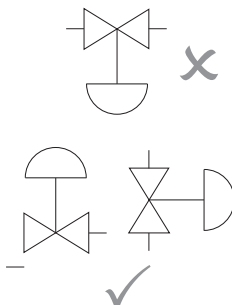

Рис. 6
4.3 Проверьте направление движения среды. Предпочтительно устанавливать клапан на горизонтальном трубопроводе так чтобы шток клапана располагался вертикально, а привод клапана находился сверху. Смотри рис. 6, а также инструкцию на привод клапана.